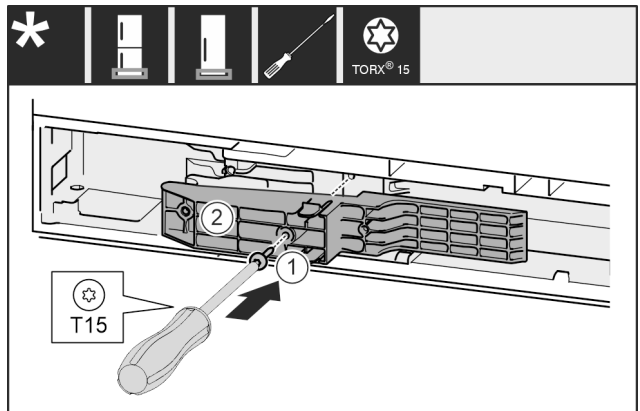

Fig. 61 *
- ▶ Adapterstück Fig. 61 (1) auf der Griffseite in die Aussparung einsetzen.*
- ▶ Schraube Fig. 61 (2) mit Schraubendreher festschrauben.*